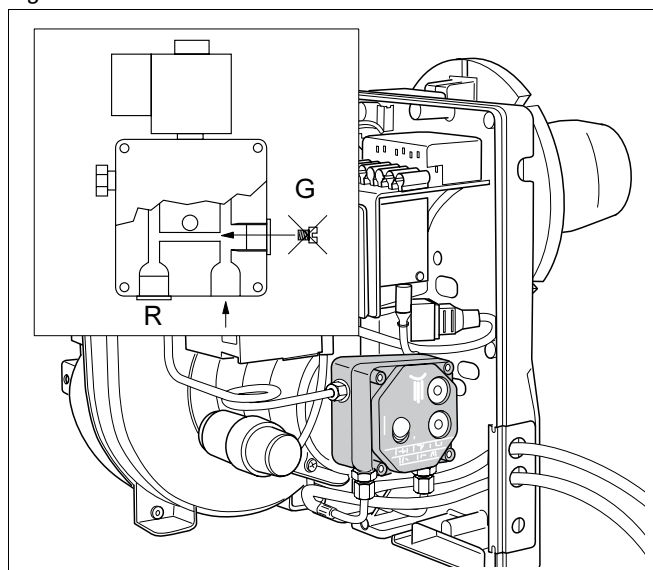

Fig. 8 Sistem cu o conductă – lucrări suplimentare
- Racordați conducta de retur "R" (Fig. 8) la pompa de combustibil lichid.
- Îndepărtați șurubul "G" (Fig. 8) de la pompa de combustibil lichid. Prin aceasta deschideți pompa de combustibil.